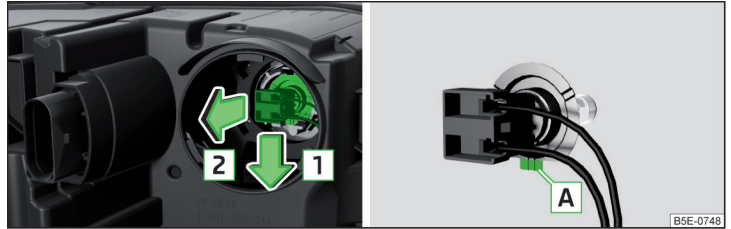

Abb. 363 Glühlampe für Fernlicht wechseln
- › Den Stecker mit der Glühlampe in Pfeilrichtung **1** lösen » Abb. 363.